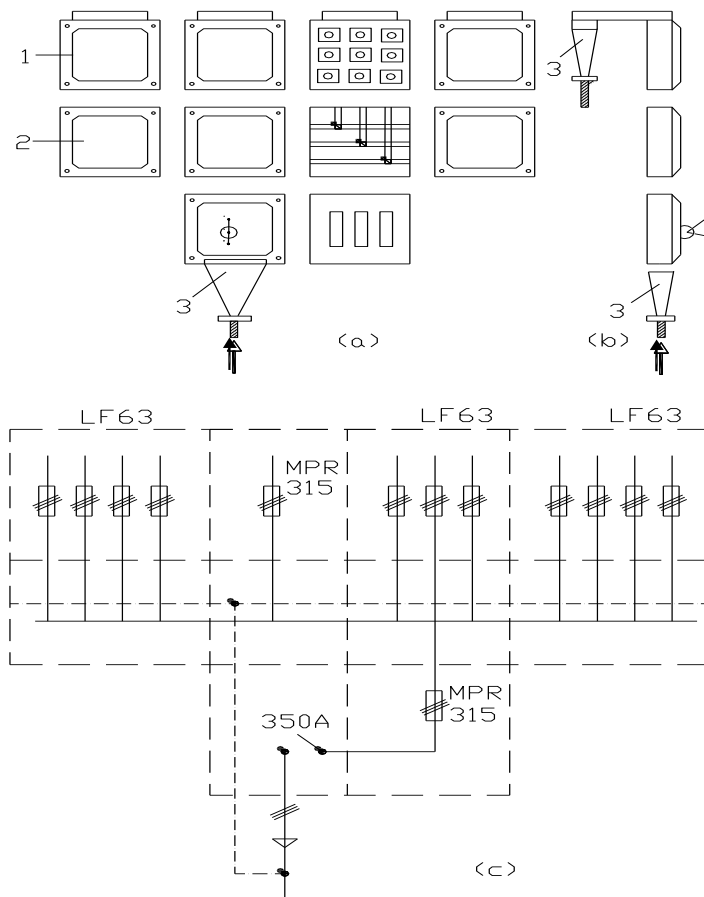

Fig. 10.6. Tablou de distribuție capsulat
În fig.10.6. este prezentat un tablou de distribuție capsulat format din cutii de siguranțe (1), cutii de bare (2), cutii de aparate (3) și cutii terminale (4). Cutiile capsulate permit realizarea unor tablouri foarte divers echipate și dau posibilitatea unor extinderi ușor de realizat.